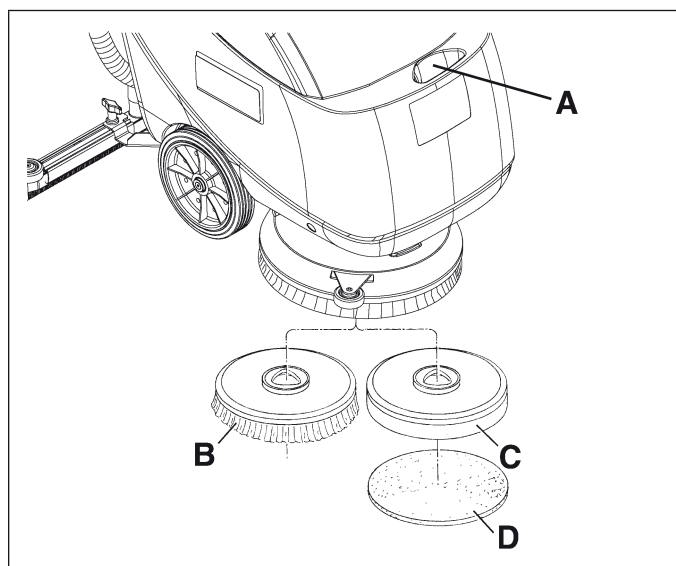

Figure 6
2. Remplir le réservoir de solution (A, Fig. 6) avec une solution adéquate au travail à effectuer.
*Il est possible d'installer soit la brosse (B, Fig. 6) soit le plateau support disque (C) avec disque (D), en fonction du traitement à effectuer sur le sol.*
5. Positionner la brosse (B, Fig. 6) ou le plateau (C) avec disque (D) sous la couverture.